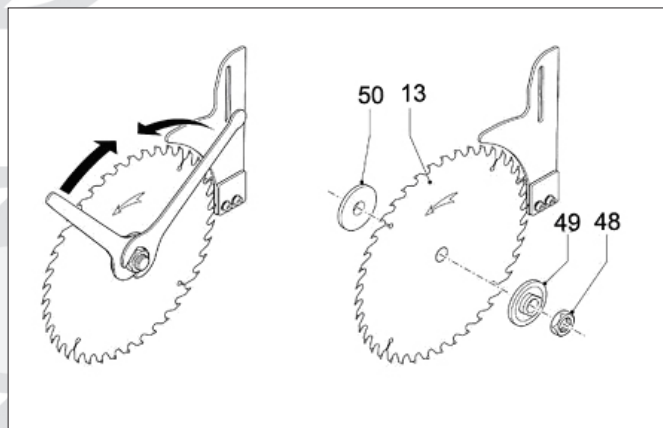

Fig. 14
Ta bort muttern (48) på klingspindeln med en fast nyckel och avmontera ytterflänsen (49), sågklingan (13) samt innerflänsen (50) enligt vad som visas i Fig. 14.